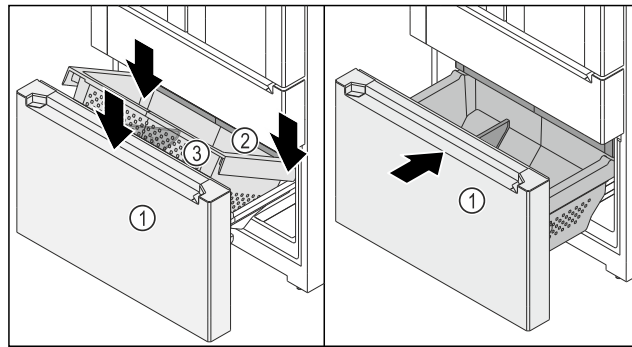

Fig. 150
- ☐ Vyťahovací vozík Fig. 150 (1) je vytiahnutý.
- ☐ Zásuvka Fig. 150 (2) je zasunutá.
- Nasadíte nádobu Fig. 150 (3) vzadu na koľajničky vpravo a vľavo.
- Spustíte nádobu Fig. 150 (3) vpredu tak, aby nádoba Fig. 150 (3) obklopovala koľajničky vpravo a vľavo.
- Zasuňte vyťahovací vozík Fig. 150 (1).